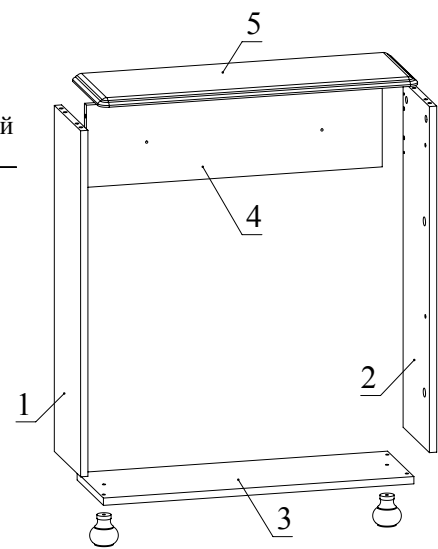

Рис.5
4. Установить деталь 4 между деталями 1, 2 и зафиксировать, повернув конфирматным ключом головки минификсов по часовой стрелке до упора (Рис. 5). Соединить при помощи конфирматов деталь 3 с деталями 1, 2 (Рис. 5). Закрепить при помощи конфирматов опоры на деталь 3 (Рис. 5).
5. Установить деталь 5 на детали 1, 2 и зафиксировать, повернув конфирматным ключом головки минификсов по часовой стрелке до упора (Рис. 5).